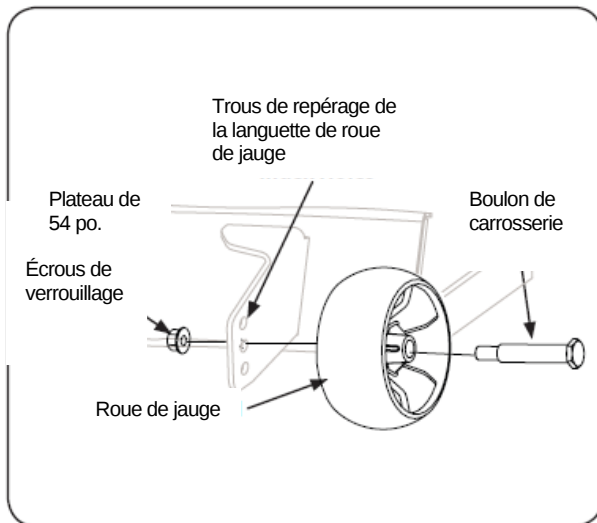

Figure 3-4
2. Enlevez les roues de jauge avant et arrière sur le plateau en retirant les boulons de carrosserie et les écrous de verrouillage du flasque de vilebrequin. Référez-vous à la Fig. 3-4.